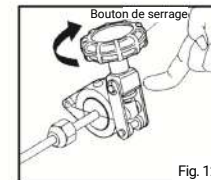

Fig. 12
**4** Vérifiez que le tube est correctement placé, puis serrez le tube. (Fig. 12)